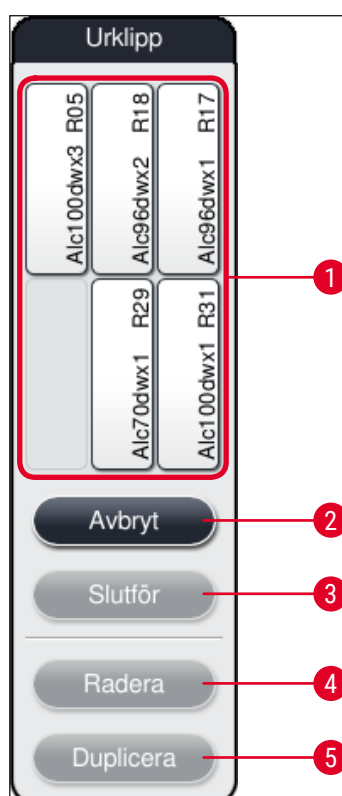

Bild 63
- När du har bekräftat kommer **Urklipp** (→ "Bild 63") att öppnas. Upp till 6 reagensstationer (→ "Bild 63-1") kan flyttas hit.